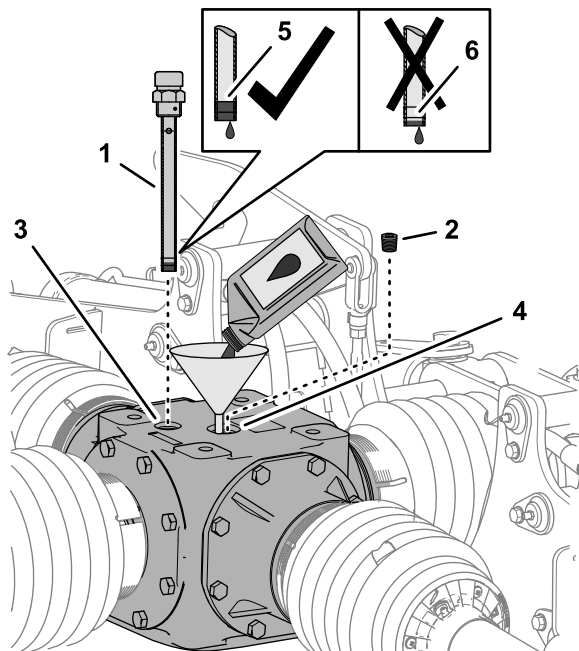

図 61
1. 中央のギアボックスの上部にあるディップスティックポートからディップスティックを抜き取ってきれいに拭く 図 61。
2. ギアボックス上部の補給ポートについているプラグを外す 図 61。
3. 補給ポートから所定のギアオイル 2,484 mL を入れる 図 61。
4. ポートにディップスティックをねじ込んでから抜き取ってオイルの量を調べる 図 61。
6. 給油ポートにディップスティックをねじ込んで締め付ける 図 61。
7. 補給ポートに補給プラグをねじ込んで締め付ける 図 61。